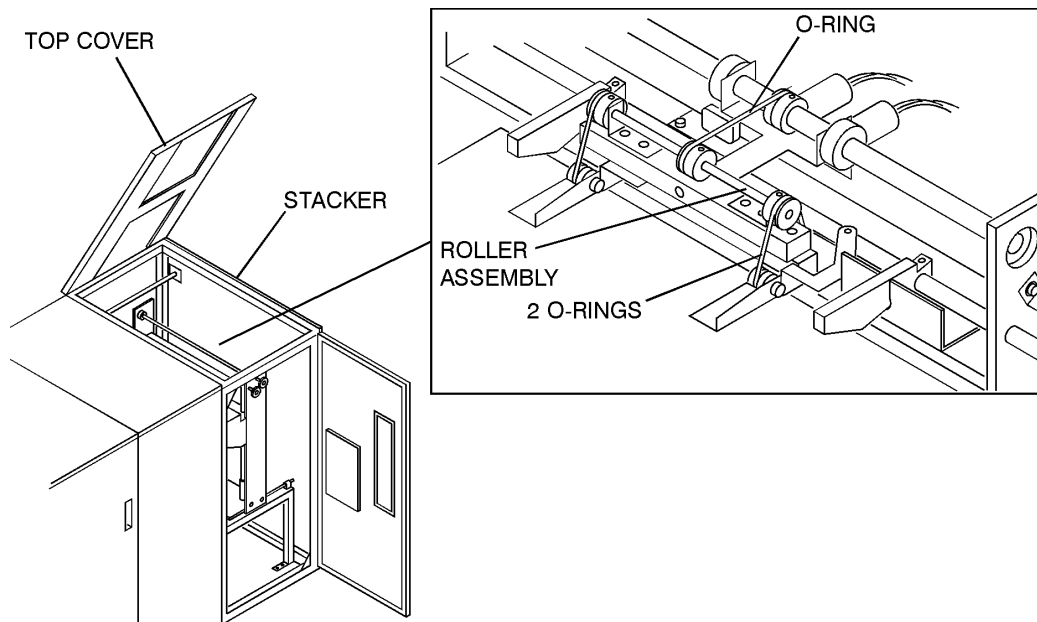

Abbildung 4-4: Reinigen des Magazins
- 1 Öffnen Sie die obere Abdeckung des Magazins, wie in Abbildung 4-4 gezeigt.
- 2 Reinigen Sie die beiden orangefarbenen Treibriemen an den Rollen, wie in Abbildung 4-4 gezeigt, indem Sie ausschließlich 90%igen Isopropylalkohol und ein sauberes, fusselfreies Tuch verwenden.